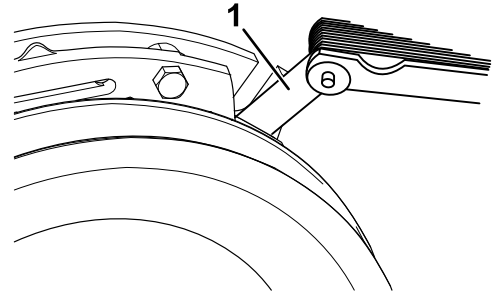
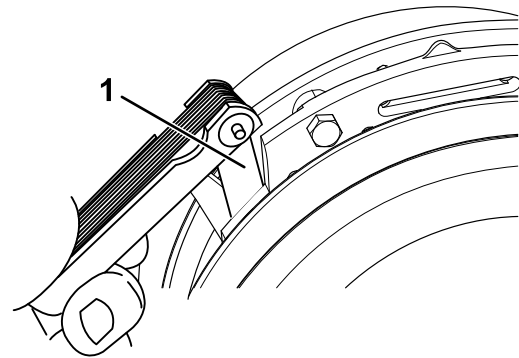

Figura 73
Figura 74
- E. Usando una galga de 0,25 mm, compruebe la presencia de un espacio entre el rotor y la cara de la armadura en ambos lados del polo del freno, según se indica en Figura 73 y Figura 74.